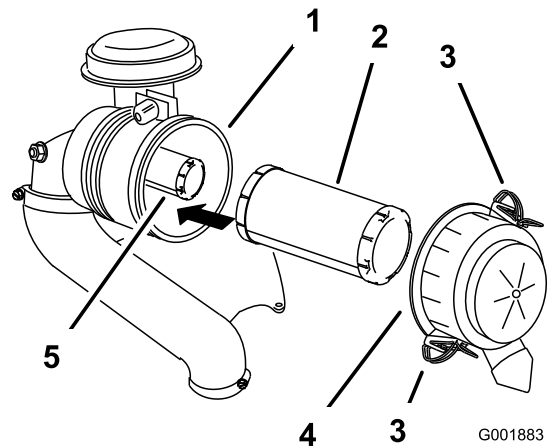

Figure 45
3. Ouvrez les dispositifs de verrouillage du filtre à air et enlevez le couvercle du corps du filtre (Figure 45).
5. Sortez l'élément principal du corps du filtre avec précaution (Figure 45).
2. Si vous remplacez l'élément de sécurité, insérez-le avec précaution dans le corps du filtre (Figure 45).
3. Placez ensuite l'élément principal sur l'élément de sécurité avec le même soin (Figure 45).
4. Reposez le couvercle du filtre à air, le côté portant l'inscription **UP** en haut, et fermez les dispositifs de verrouillage (Figure 45).